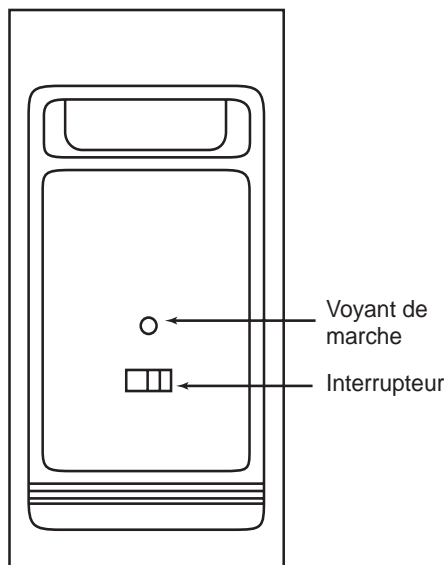

Figure 20
1. S'assurer que le générateur d'air est alimenté en courant de 120 V c.a. Glisser l'interrupteur à la position de marche (figure 20).
2. Placer l'interrupteur du module d'alimentation à la position d'arrêt (OFF) (figure 20). Attendre 15 secondes que se déchargent automatiquement le module d'alimentation et les cellules collectrices.